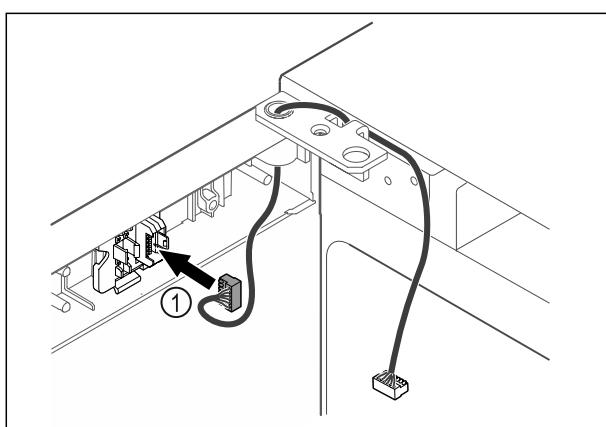

Fig. 63
- Τοποθετήστε το φις Fig. 63 (1) στο στήριγμα του φις.